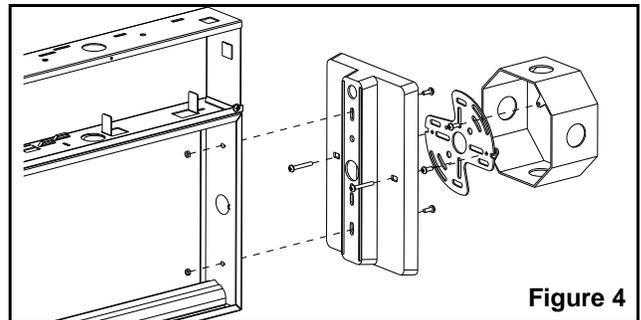

Figure 4
- e. Assembler le pavillon à l'enseigne (voir fig. 4). Pour ce faire, défoncer les débouchures rectangulaires près du passage des fils, insérer les pattes du pavillon et les plier l'une vers l'autre. Pour le montage en extrémité, il est préférable de dégager le module des DEL pour libérer la surface intérieure où les pattes du pavillon doivent être pliées.